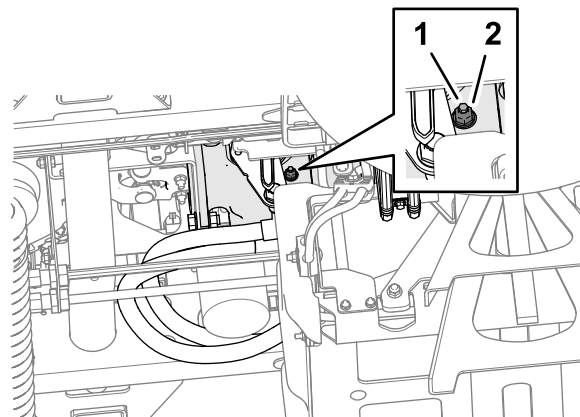

Figure 106
3. Sur le fond de la machine et à droite de la pompe de déplacement, desserrez le contre-écrou qui fixe la vis de réglage du retour au point mort (Figure 106).